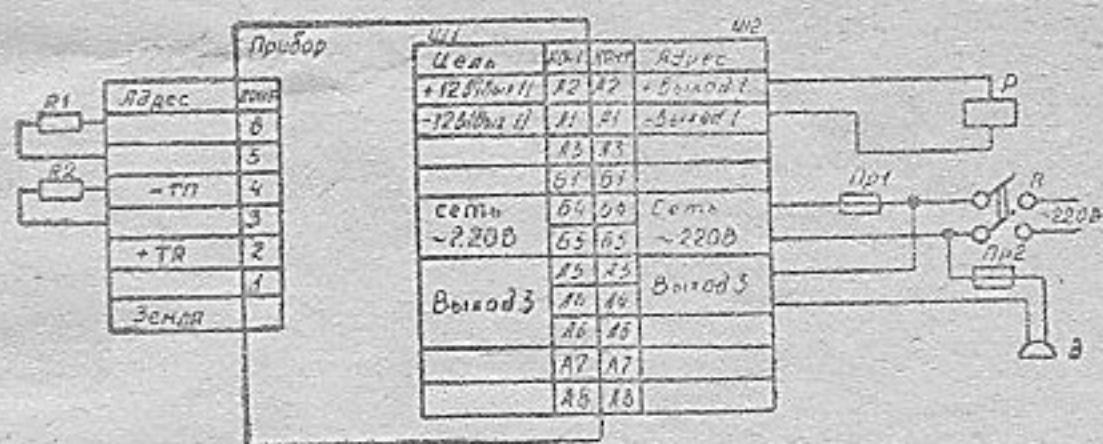

Рис. 3. Схема электрическая соединений милливольтметра.
8.1. Подключить миливольтметр согласно схеме электрической соединений (рис. 3).